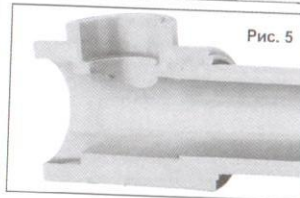

Рис. 5
- В результате сплавления пластиковой трубы и фитинга образуется монолитное соединение материала системных элементов (См. Рис. 5).